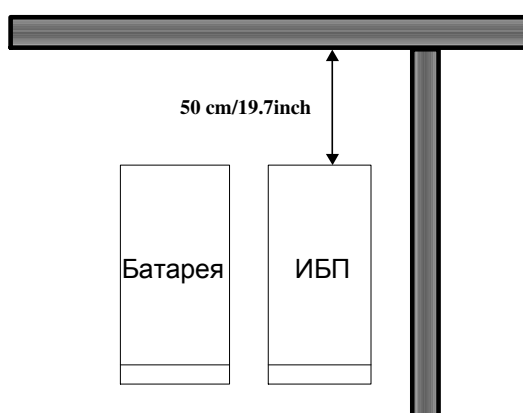

Рис. 4-1. Свободное пространство для вентиляции (вид сверху)
- Со стороны задней стенки ИБП во всех случаях должно быть обеспечено не менее 50 см (19,7 дюймов) свободного пространства. См. рис. 4-1
ИБП автоматически определяет, находится ли питающее напряжение в допустимых для работы в режиме «байпас» пределах (+15 ... -20 %). Если это напряжение выходит за указанные пределы, то ИБП не подаёт питание в нагрузку. Сообщения, отображаемые при этом на дисплее, показаны на рис. 4-1.